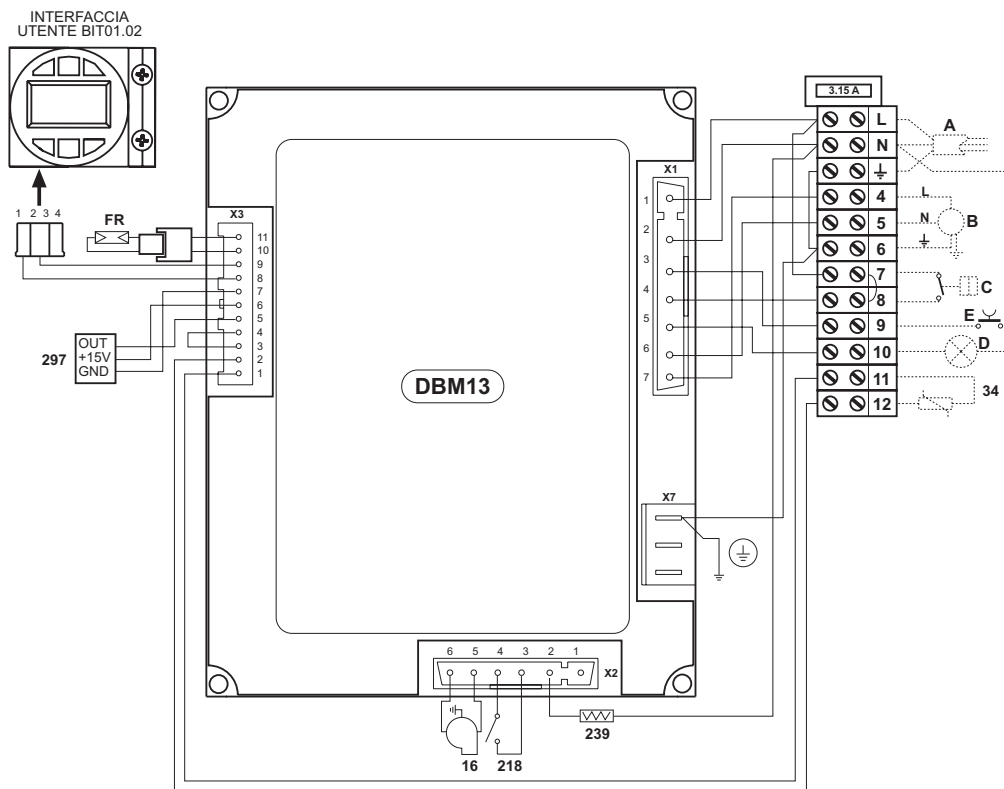
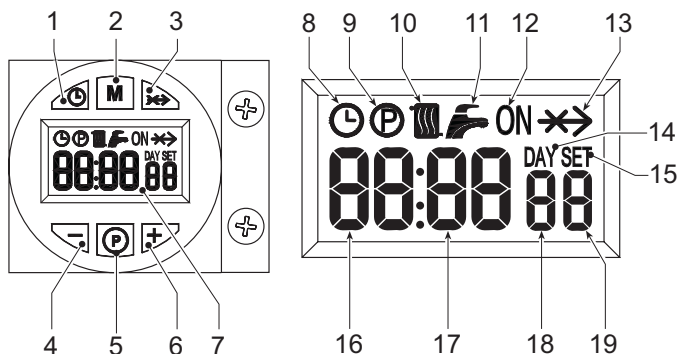

fig. 14 - Schemă electrică
рис. 1 - Панель управления
О поступлении сигнала на розжиг горелки (от замыкания контакта зажимов 7-8 (см. рис. 14), в условиях установок по умолчанию) предупреждает зажигание символа радиатора (поз. 10 - рис. 1).
- Нажмите кнопку задания дня/времени (поз. 1 - рис. 1).
- На дисплее (поз. 7 - рис. 1) начинают мигать символы ЧАСОВ и ДНЯ: укажите текущий день недели с помощью кнопок + и - (поз. 4 и 6 - рис. 1), учитывая, что 1=понедельник, 7=воскресенье. Подтвердите введенный день нажатием кнопки ввода дня и времени (поз. 1 - рис. 1).
- На дисплее (поз. 7 - рис. 1) начинают мигать цифры ТЕКУЩЕГО ВРЕМЕНИ и символ ЧАСОВ: укажите точный час кнопками + и - (поз. 4 и 6 - рис. 1) от 00 до 23. Подтвердите введенный час нажатием кнопки ввода дня и времени (поз. 1 - рис. 1).
- На дисплее (поз. 7 - рис. 1) начинают мигать цифры ТЕКУЩИХ МИНУТ и символ ЧАСОВ: точно укажите минуты кнопками + и - (поз. 4 и 6 - рис. 1) от 00 до 59. Подтвердите введенные минуты нажатием кнопки ввода дня и времени (поз. 1 - рис. 1). Работа системы отопления в Автоматическом режиме, Ручном режиме On, Ручном режиме Off
Нажав кнопку выбора режима работы (поз. 2 - рис. 1), можно настроить:
- автоматический режим работы, на дисплее (поз. 7 - рис. 1) отображается символ ЧАСОВ. Включение и выключение горелки зависит от заданной недельной программы. Когда котел находится в временных полосах ON, на дисплее (поз. 7 - рис. 1) высвечивается соответствующий символ.
- Выбор ручного режима работы Off, на дисплее (поз. 7 - рис. 1) символ ON и символ ЧАСОВ не отображаются. Горелка выключена.
В недельной программе по умолчанию предусмотрены 3 временные полосы ON и 3 временные полосы OFF: одинаковые для всех дней недели. Когда котел находится в временных полосах ON, на дисплее (поз. 7 - рис. 1) высвечивается соответствующий символ.
1. Нажмите кнопку Программирование "P" (поз. 5 - рис. 1)
2. Выберите программируемый день с помощью кнопок + и - (поз. 4 и 6 - рис. 1):
3. Нажмите кнопку Программирование "P" (поз. 5 - рис. 1):
- Используйте кнопки + и - (поз. 4 и 6 рис. 1) для изменения времени начала 1-ой временной полосы ON; пример 06:00 Нажмите кнопку программирования "P" (поз. 5 - рис. 1)
- Используйте кнопки + и - (поз. 4 и 6 рис. 1) для изменения времени начала 1-ой временной полосы OFF; пример 09:00 Нажмите кнопку программирования "P" (поз. 5 - рис. 1)
- Используйте кнопки + и - (поз. 4 и 6 рис. 1) для изменения времени начала 2-ой временной полосы ON; пример 12:30 Нажмите кнопку программирования "P" (поз. 5 - рис. 1)
- Используйте кнопки + и - (поз. 4 и 6 рис. 1) для изменения времени начала 2-ой временной полосы OFF; пример 14:00 Нажмите кнопку Программирование "P" (поз. 5 - рис. 1)
- Используйте кнопки + и - (поз. 4 и 6 рис. 1) для изменения времени начала 3-ей временной полосы ON; пример 16:00 Нажмите кнопку Программирование "P" (поз. 5 - рис. 1)
- Используйте кнопки + и - (поз. 4 и 6 рис. 1) для изменения времени начала 3-ей временной полосы OFF; пример 23:30 Нажмите кнопку Программирование "P" (поз. 5 - рис. 1)
11. Нажмите кнопку Программирование "P" (поз. 5 - рис. 1) в течение 3 секунд для выхода из режима программирования.
Доступ к меню параметров получается нажатием на кнопку программирования "M" (поз. 2 - рис. 1) в течение 5 секунд. При этом на дисплее отображается параметр "u01" с символом SET 01. С помощью кнопки "P" (поз. 5 - рис. 1) имеется возможность просматривать список параметров.
Для изменения значения параметров используются кнопки + и - (поз. 4 и 6 - рис. 1): сохранение изменения происходит автоматически. После изменения параметра подождите 3 секунды, по истечении которых, параметр начинает мигать и сохраняется в памяти.
Для выхода из меню нажмите кнопку "Выбор режима работы - M" (Поз. 2 – рис. 1) в течение 5 секунд.
Доступ к меню параметров получается нажатием на кнопку программирования "P" (поз. 5 - рис. 1) в течение 10 секунд. На дисплее отображается параметр "t01" с символом SET 01. С помощью кнопки "P" (поз. 5 - рис. 1) имеется возможность просматривать список параметров.
Для изменения значения параметров используются кнопки + и - (поз. 4 и 6 – рис. 1): сохранение изменения происходит автоматически. После изменения параметра подождите 3 секунды, по истечении которых, параметр начинает мигать и сохраняется в памяти.